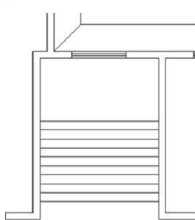

图 2.113 生成其他踏步线
③ 在指定移动点或[基点(B)/复制(C)/放弃(U)/退出(X)]:提示下,输入“C”后按 Enter 键,执行【复制】子命令。
④ 在指定移动点或[基点(B)/复制(C)/放弃(U)/退出(X)]:提示下,打开【正交】功能,将光标垂直向下拖动,分别输入“300”按 Enter 键、“600”按 Enter 键……,以 300 的倍数逐步增加,最后输入“2700”按 Enter 键结束命令,结果如图 2.113 所示。